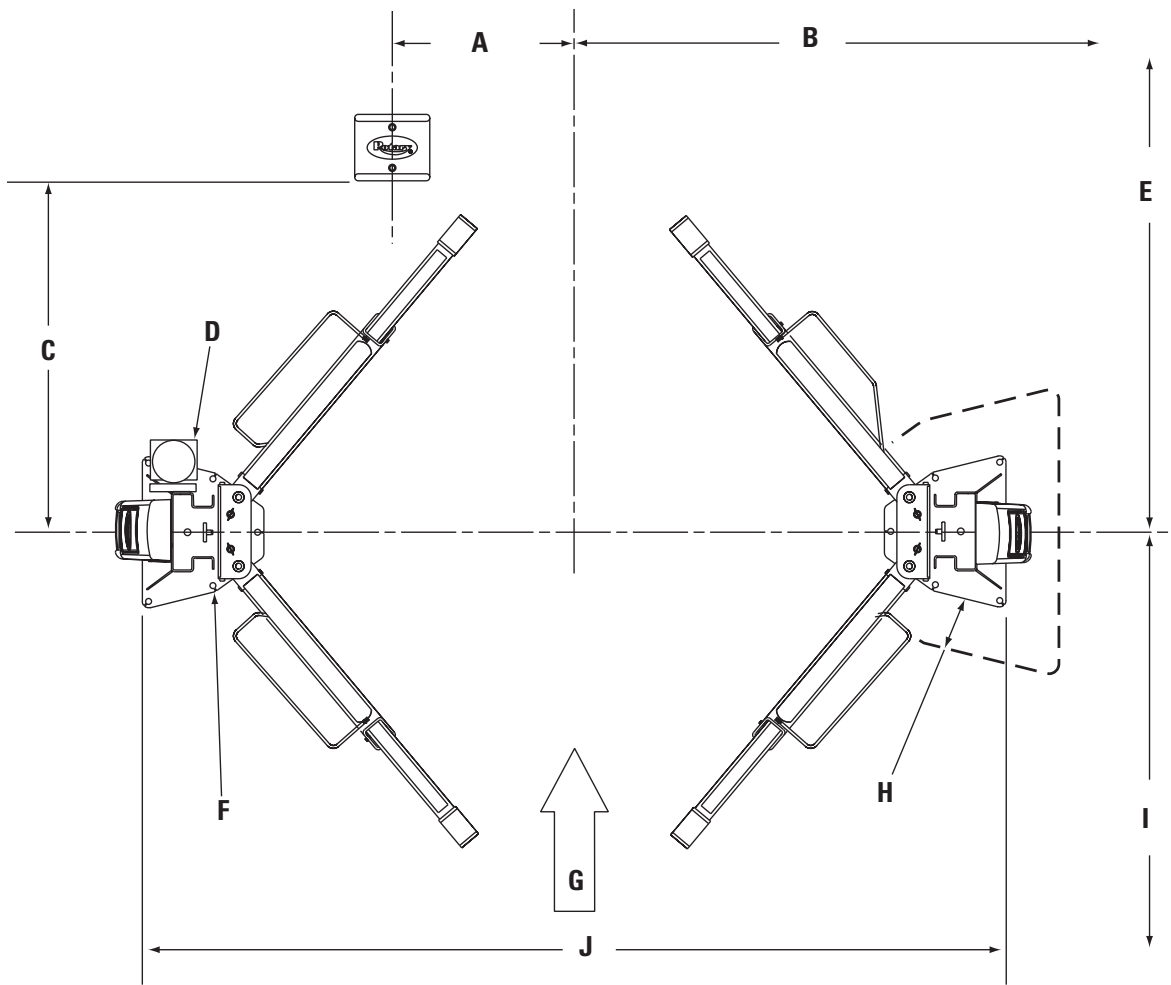
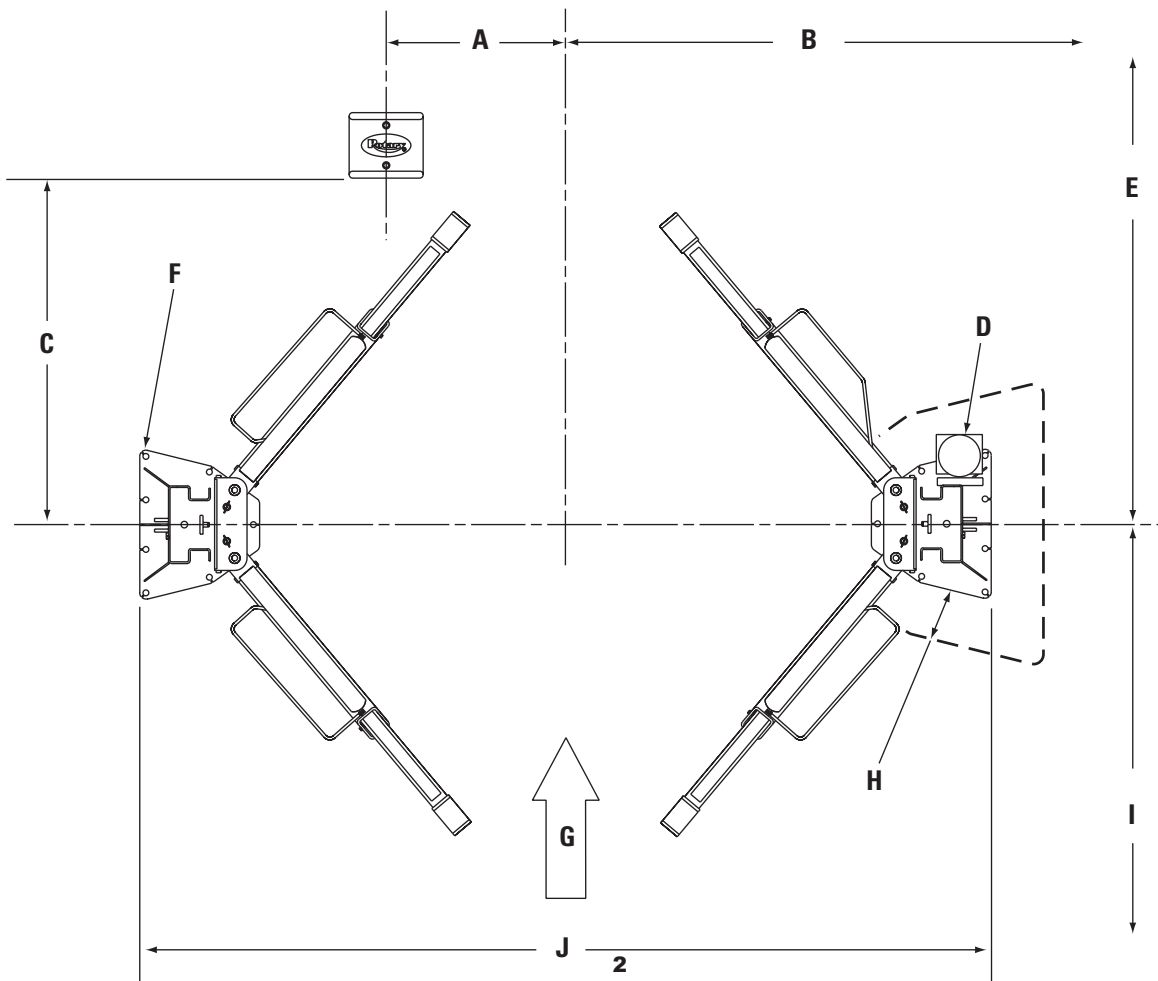

Abb. 1
Abb. 2
Abb. 1 und 2 Detail
1. Standort der Hebebühne: Wenn möglich Bauplan verwenden, um die Hebebühne aufzustellen. Abb.1 oder Abb. 2 zeigen die Abmessungen eines typischen Arbeitsbereichs.
5. Aufstellen der Hebebühne: Positionieren Sie die Säulen unter Verwendung der Abmessungen in Abb. 1 oder Abb. 2. Wenn die Säule auf dem Boden liegt, können zwei Personen das obere Ende der Säule anheben und damit auf die Grundplatte zugehen. Während der vertikalen Annäherung an die Säule sollte eine der beiden Personen an die entgegengesetzte Seite der Säule gehen und dabei helfen, die Säule langsam flach auf ihre Basis zu stellen. Beide Säulengrundplatten-Rückteile müssen rechtwinklig auf der Mittellinie der Hebebühne liegen. In beide Grundplatten sind Kerben geschnitten, um die Mittellinie der Hebebühne anzugeben. Schlitten mit entsprechender Ausrüstung in die erste Klinkenposition heben. Sicherstellen, dass die Sperrklinke eingerastet ist.